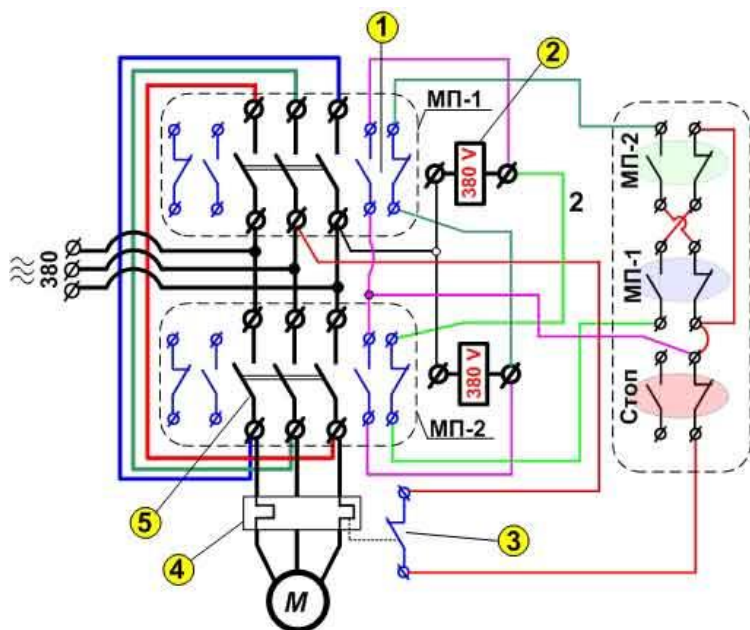

Рис.1
8. Какие контакты на рис.1 входят в цепь управления